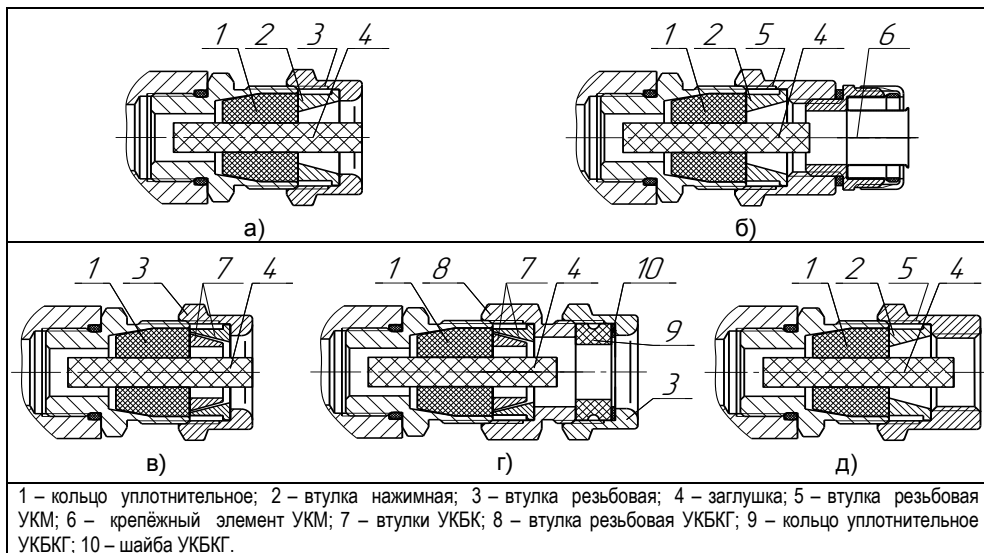

Рисунок 3 – Элементы кабельных вводов:
1.4.3 Корпус изготавливается с кабельными вводами **D12** и **D18** (см.рисунок 3). Кабельные вводы крепятся к корпусу с помощью резьбовых соединений.
Кабельные вводы D12 и D18, изготавливаемые по умолчанию, (см. рисунок 3, а) содержат кольцо уплотнительное 1, втулку нажимную 2, втулку резьбовую 3, заглушку 4.
Варианты исполнения кабельных вводов с устройством крепления металлорукава содержат втулку резьбовую 5 с резьбой под крепёжный элемент 6, в котором фиксируется металлорукав (см. рисунок 3, б). Кабельный ввод **D12** имеет варианты исполнения **УКМ10**, **УКМ12**, **УКМ15** и **УКМ20** для крепления металлорукава с внутренним диаметром 10, 12, 15 и 20 мм соответственно. Кабельный ввод **D18** имеет варианты исполнения **УКМ20** и **УКМ25** для крепления металлорукава с внутренним диаметром 20 и 25 мм соответственно.
Варианты исполнения кабельных вводов с устройством крепления бронированного кабеля содержат втулки 7 (см. рисунок 3, в). Фиксация брони кабеля осуществляется между втулками 7 при наворачивании втулки резьбовой 3. Кабельный ввод **D12** имеет вариант исполнения **УКБК16** для крепления бронированного кабеля с наружным диаметром до 16 мм. Кабельный ввод **D18** имеет вариант исполнения **УКБК21** для крепления бронированного кабеля с наружным диаметром до 21 мм. Варианты УКБК обеспечивают надежное электрическое соединение брони кабеля с корпусом преобразователя.
Варианты исполнения кабельных вводов с герметизированным устройством крепления бронированного кабеля (см. рисунок 3, г) содержат втулки 7 для фиксации брони кабеля при наворачивании втулки резьбовой 8, а также кольцо уплотнительное 9, шайбу 10 и втулку резьбовую 3 для герметизации по оболочке кабеля. Данный вариант кабельного ввода комплектуется двумя кольцами уплотнительными 9. Одно кольцо устанавливается в кабельный ввод, другое прикладывается. Каждое кольцо имеет свой диапазон допустимых наружных диаметров монтируемого кабеля. Кабельный ввод **D12** имеет вариант исполнения **УКБКГ16** для крепления бронированного кабеля с диаметром по броне до 16 мм и наружным диаметром от 10 до 15 мм или от 14 до 19 мм. Кабельный ввод **D18** имеет вариант исполнения **УКБКГ21** для крепления бронированного кабеля с диаметром по броне до 21 мм и наружным диаметром от 15 до 20 мм или от 19 до 24 мм. Варианты УКБКГ обеспечивают надежное электрическое соединение брони кабеля с корпусом преобразователя.
Варианты исполнения кабельных вводов с устройством крепления трубы содержат втулку резьбовую 5 с внутренней резьбой под крепление трубы (см. рисунок 3, д). Кабельный ввод **D12** имеет вариант исполнения **УКТ1/2** для крепления